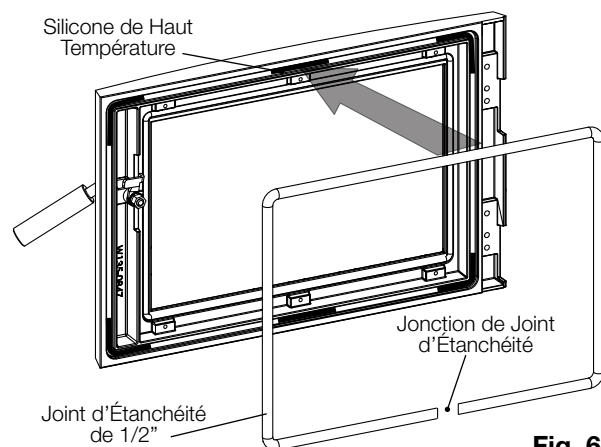

Fig. 6-4
- Appliquez le **silicone de haut température** (non fourni) dans la rainure de joint d'étanchéité comme illustré (**Fig. 6-4**).
- Coupez le joint d'étanchéité de 1/2" (fourni) à taille et le placez au dessus du silicone. Appuyez le joint d'étanchéité fermement pour assurer qu'il reste en place. Assurez-vous que le jonction du joint d'étanchéité face vers le bas comme illustré (**Fig. 6-4**).